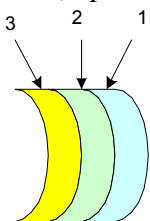

Рис. 281
3) Кинескопы. Кинескопы относятся к комбинированным ЭЛТ, то есть они имеют электростатическую фокусировку и электромагнитное отклонение луча для увеличения чувствительности. Основным отличием кинескопов от ЭЛТ является следующее: электронная пушка кинескопов имеет дополнительный электрод, который называется ускоряющим электродом. Он располагается между модулятором и первым анодом, на него подаётся положительное напряжение в несколько сотен вольт относительно катода, и он служит для дополнительного ускорения электронного потока. Вторым отличием является то, что экран кинескопа, в отличие от ЭЛТ, трёхслойный (смотрите рисунок 281).